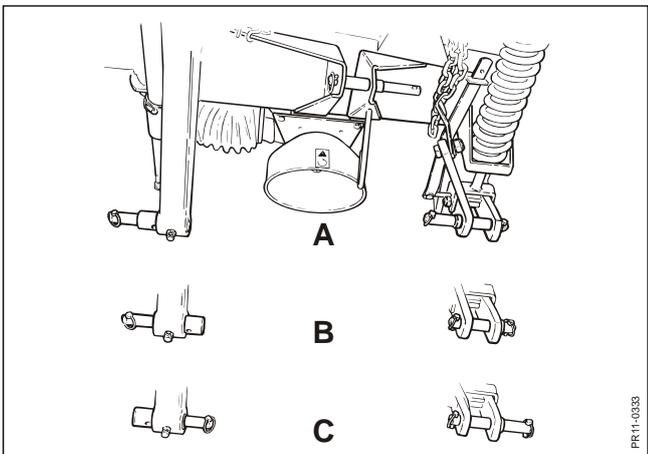

Fig. 2-5
- Fig. 2-5 3 réglages (**A**, **B** et **C**) des axes de la tête d'attelage sont possibles en fonction des voies suivantes:
Les axes se règlent en desserrant et en ajustant l'axe fixe et en positionnant l'axe mobile selon la figure 2-5.